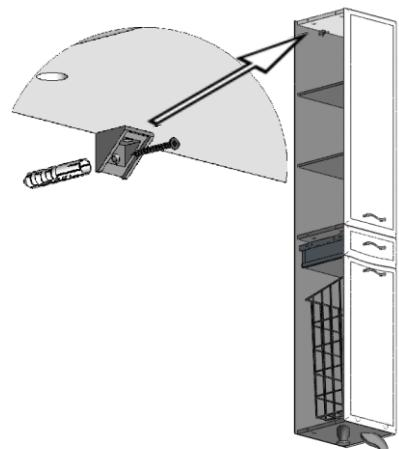

Рис.5.
15. Обязательное крепление шкафа к стене производится следующим образом (Рис.5):